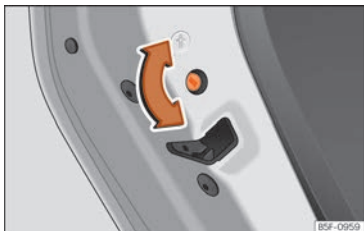

Abb. 79 Kindersicherung in der linken Tür
- Drehen Sie bei geöffneter Tür den Schlitz mit dem Fahrzeugschlüssel an den linken Türen im Uhrzeigersinn »» **Abb. 79** und bei
- Drehen Sie bei geöffneter Tür den Schlitz mit dem Fahrzeugschlüssel an den linken Türen gegen den Uhrzeigersinn »» **Abb. 79** und bei den rechten Türen im Uhrzeigersinn.